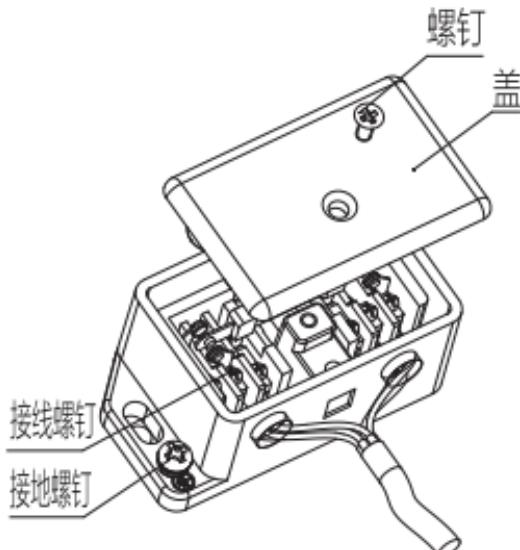
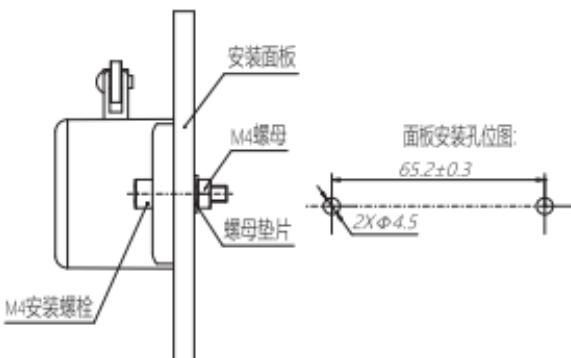

图4 布线示意图
图5 安装示意图
- 7.2.1 安装：松开盖螺钉→按图4接线→拧紧盖螺钉→按图5安装。